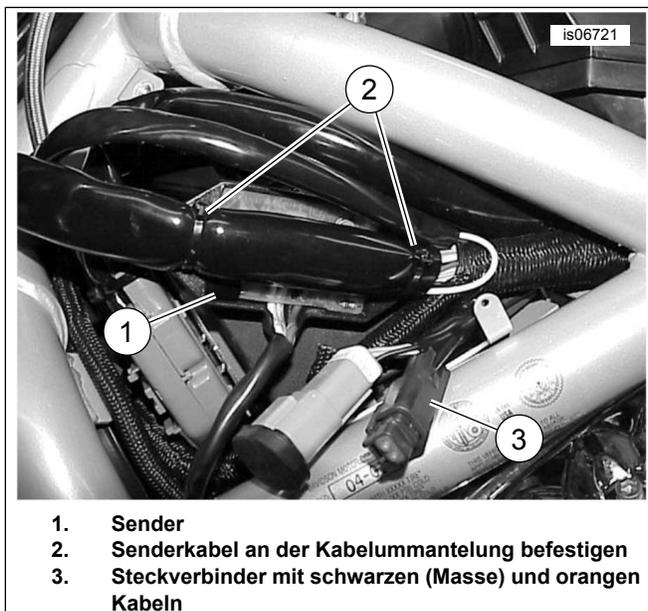

Abbildung 18. Montage des Senders (nur 2002 bis 2003 V-Rod)
2. Siehe Abbildung 18 >. Wie abgebildet, den Sender (1) mit Kabelbindern an der Kabelummantelung (2) des Motorrads befestigen.